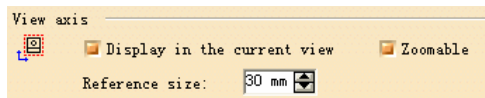

图 6-35
(5) View axis (视图坐标) 选项组 (如图 6-35 所示)